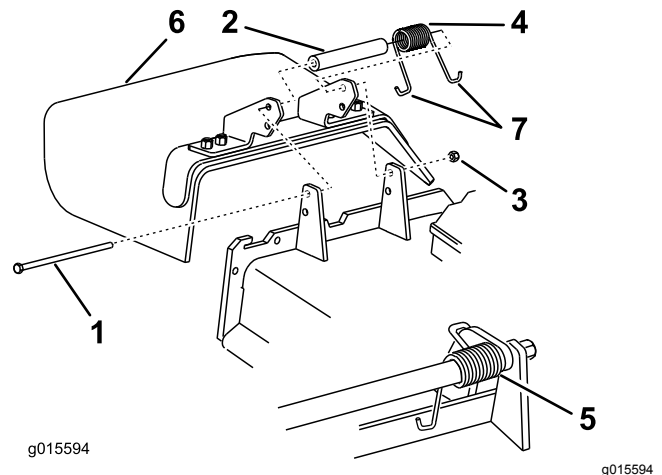

Figure 91
1. Retirez le contre-écrou, le boulon, le ressort et l'entretoise qui fixent le déflecteur aux supports de pivot (Figure 91).
**Remarque:** Prenez soin de placer 1 extrémité en J du ressort derrière le bord du tablier avant de mettre le boulon en place, comme montré à la Figure 91.
6. Accrochez l'extrémité en J du ressort au déflecteur d'herbe (Figure 91).